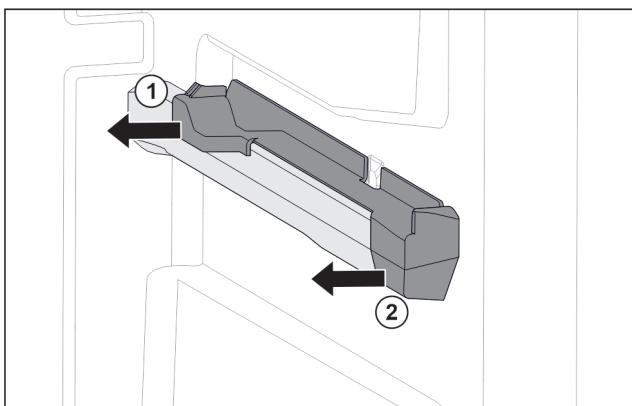

Fig. 39 Nasazovací díl na pravém žebrování na nádoby
- ▶ Stáhněte nasazovací díl vzadu na stranu. Fig. 39 (1)
- ▶ Stáhněte nasazovací díl vpředu na stranu. Fig. 39 (2)